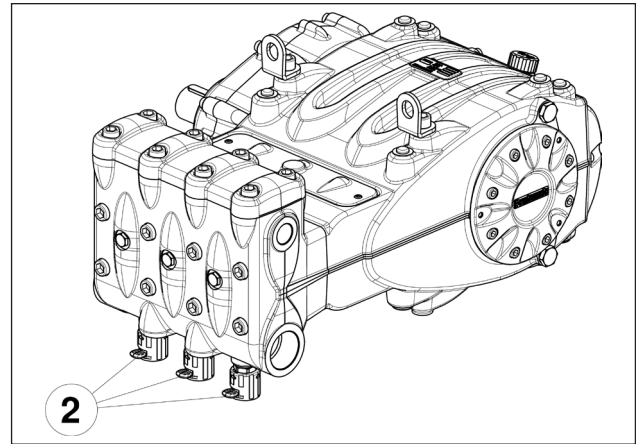
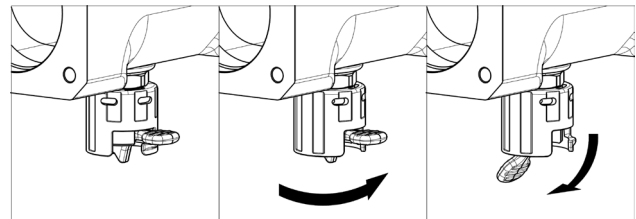

Abb. 9
Abb. 10
**Stellen Sie nach längerer Lagerung oder Stillstand die Funktionstüchtigkeit der Saugventile wieder her, indem Sie die drei Ventilheber öffnen (siehe Pos. ② Abb. 9). Schließen Sie die Ventile vor Start der Pumpe wieder. Für die "Arbeits"- und "Ruhe"-Positionen siehe Abb. 10.**